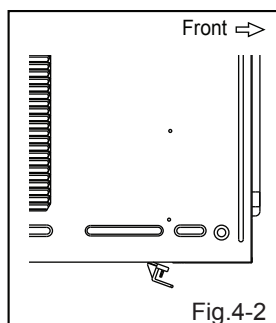
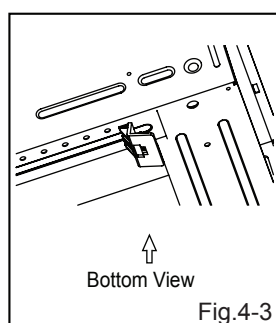

Fig.4-2
Fig.4-3
- 4b. Aalignez les deux broches dans les zones à fentes sous l'armoire. (Fig.4-2, Fig.4-3)